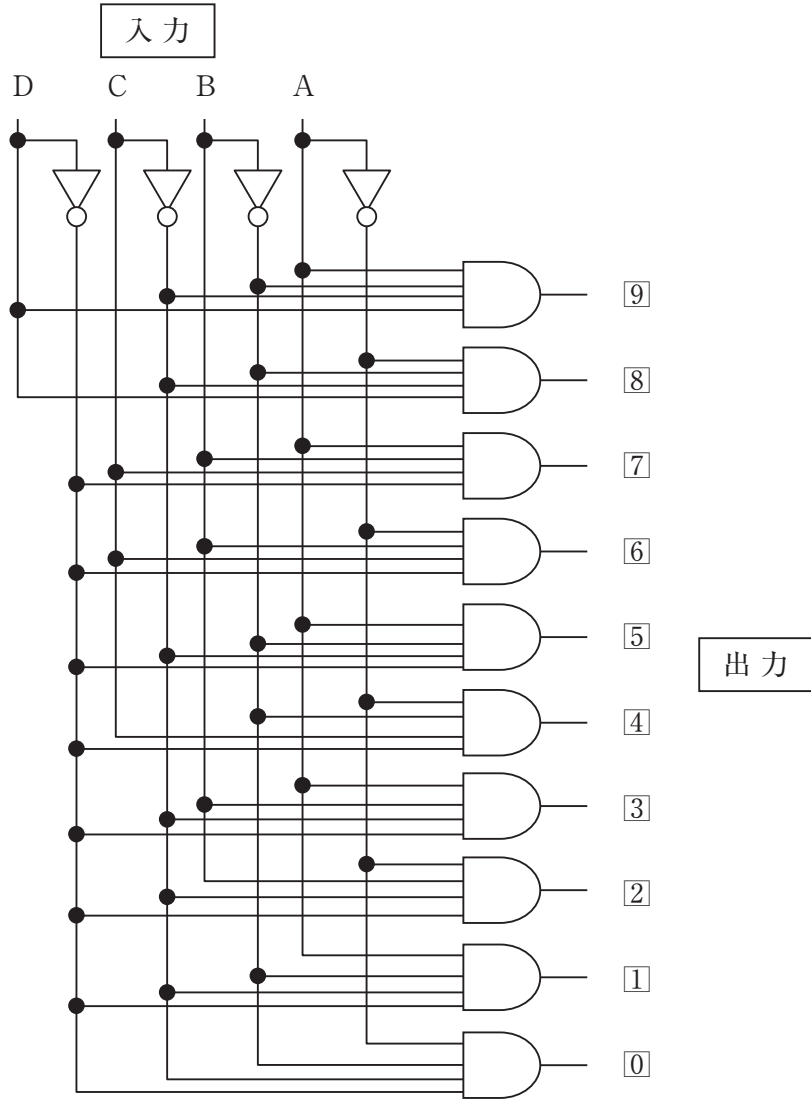

図2
(3) 図2の論理回路において、入力 (A, B, C, D) がそれぞれ (1, 1, 1, 0) のとき、出力 ①~⑨の中で、出力が1になるものについて正しいものを1~5から一つ選べ。